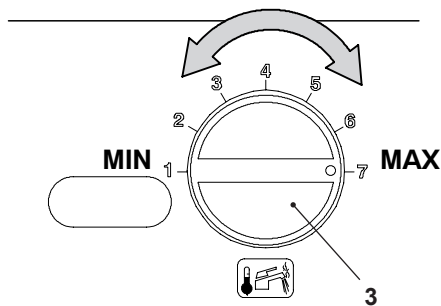

Fig. 7.7
- Ruotare la manopola regolazione temperatura sanitari 3 in Fig. 7.7 al massimo, sul display LCD compare la seguente visualizzazione (la sequenza P09 si alterna a 07).